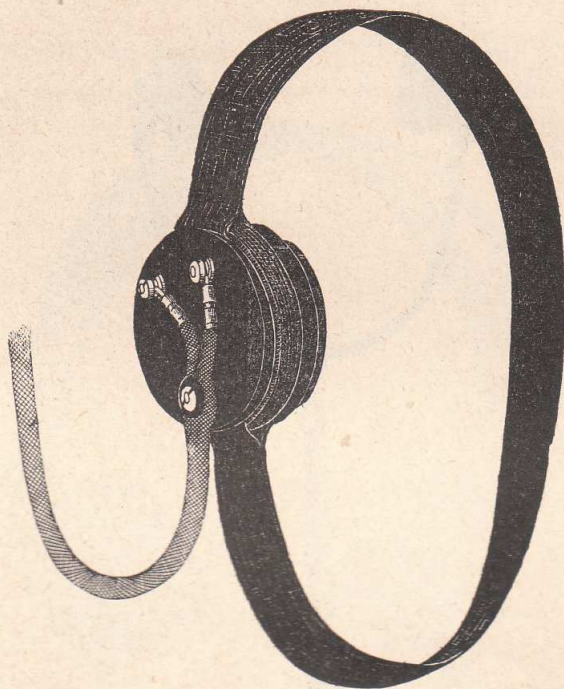

Fig. 165.
64. Serre-tête à jarretière, à un récepteur Ader n° 3 bis, ébonite ou ivoirine. Type n° 4 (fig. 165).